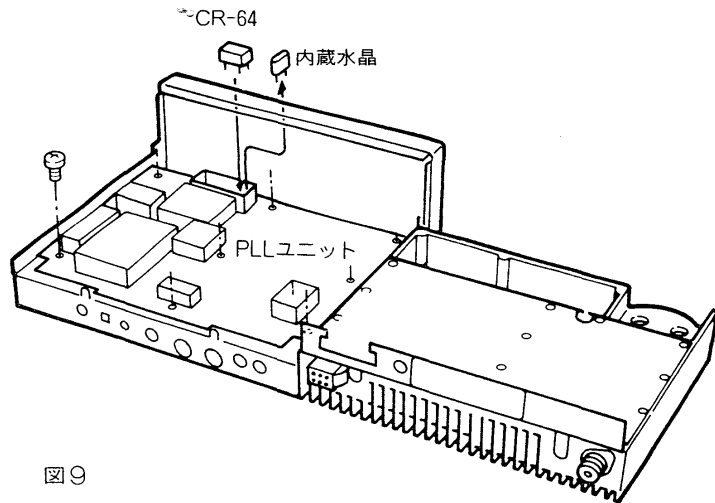
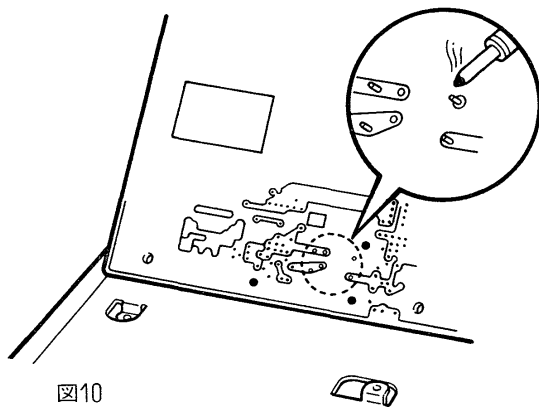

図9
図10
- ③PLLユニットを取り付けている8本のネジを外します。(図9参照)
- ④CR-64の取り付け位置にある水晶を、CR-64に付属されているアミ線でハンダを取り水晶を外します。
- ⑤図10を参照して、CR-64を挿入してハンダ付けします。
- ⑥本機を元通り接続し組立を行います。